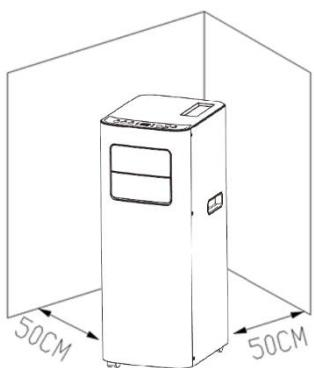

Fig.1
- Poggiare l'apparecchio su una superficie piana nelle vicinanze di una presa di corrente adatta, a min. 50 cm di distanza da altri oggetti (vedi Fig. 1).